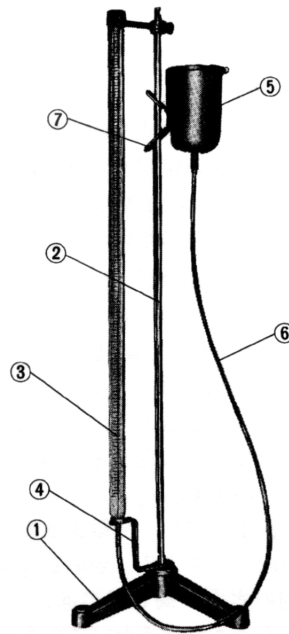

図1 装置の外観
1. まず、装置を図1のように組み立てたのち水準びんを下におろして水